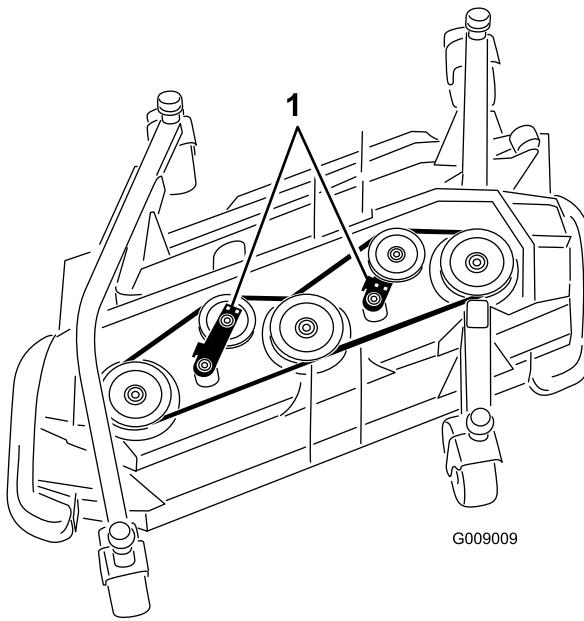

Figura 84
- Con una llave de carraca u otra herramienta similar, aleje las poleas tensoras de la correa de transmisión para aliviar la tensión de la correa y poderla retirar de las poleas (Figura 84).